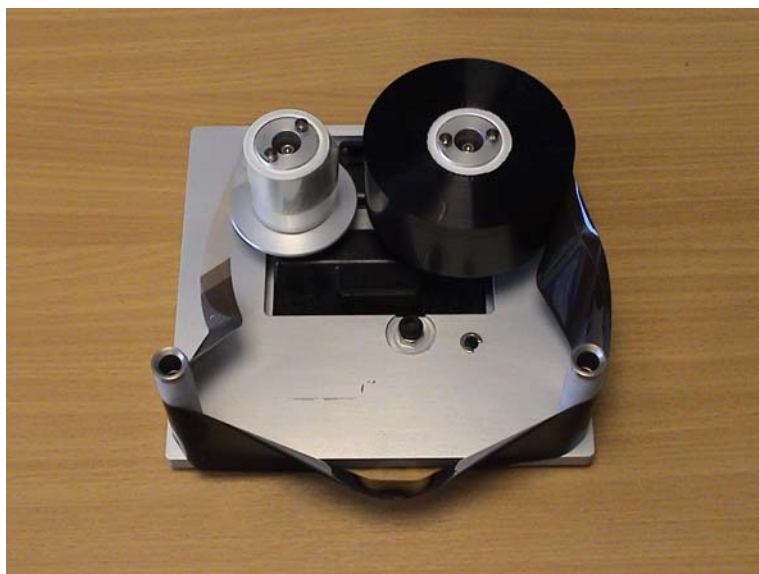

Рисунок 5-13: Завершение установки ленточной бобины
- 8 Полностью насадите пустую бобину на держатель с серебряным диском (Рисунок 5-13 на странице 5-10).